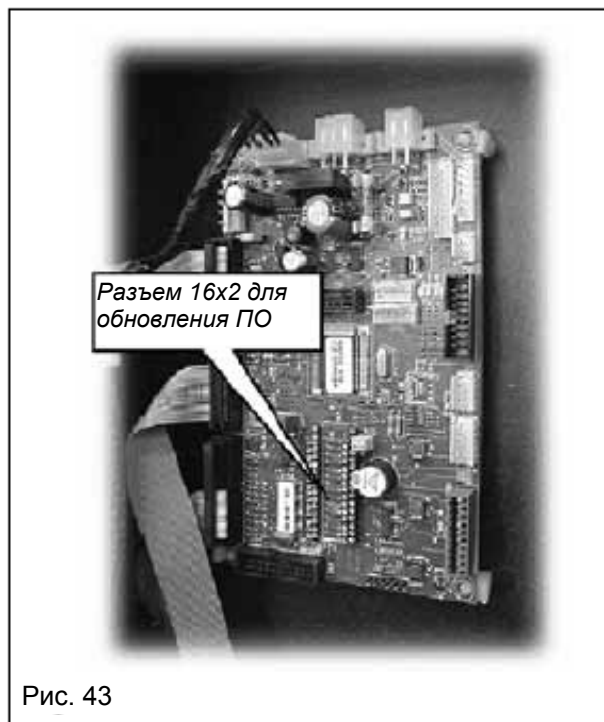

Рис. 43
- вставьте внешний модуль памяти в разъем 16x2 (рис. 43) так, чтобы часть с надписью PIN1 была повернута вверх. Убедитесь, что все штырьки модуля памяти прочно закреплены и модуль идеально вставлен в разъем 16x2.